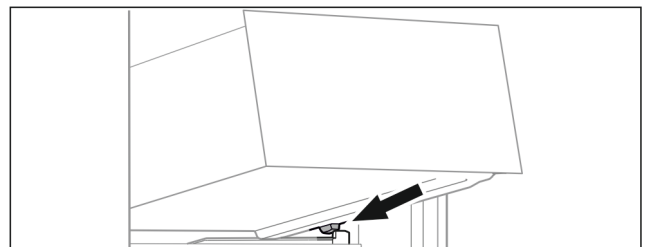

Fig. 85
- ▶ Așezați sertarul oblic în spatele opritoarelor pe nervura recipientului. (vezi Fig. 85)